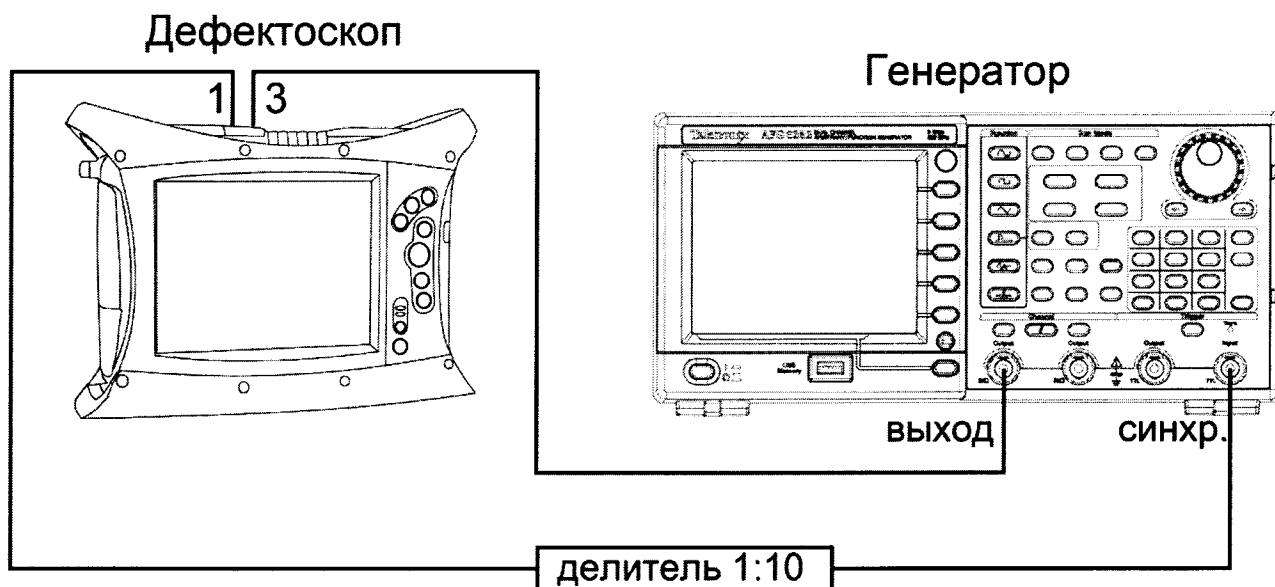

Рисунок 2 – Схема подключения
8.4.11. Подключить выход генератора к лемо-разъему «3» (рисунок 2).